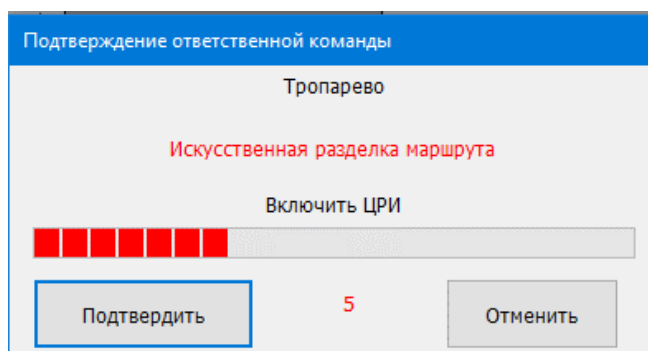

Рис. 3.8 Окно подтверждения послыки исполнительной части команды
2. Дать подтверждение выбора ответственной команды. При выполнении условий реализации ответственной команды на станции появится окно подтверждения послыки исполнительной части команды (Рис. 3.8).
2. Подтвердить выбор команды, нажав на кнопку «Да». Появится окно подтверждения посылки исполнительной части команды (Рис. 3.8).